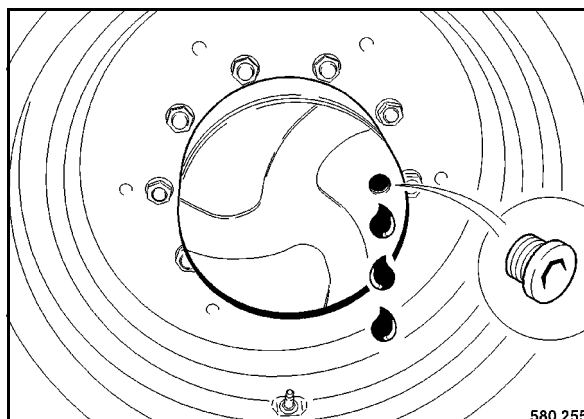

fig. 137
- Déplacer la roue motrice de sorte que le bouchon de fermeture (fig. 137) se trouve à l'horizontale.